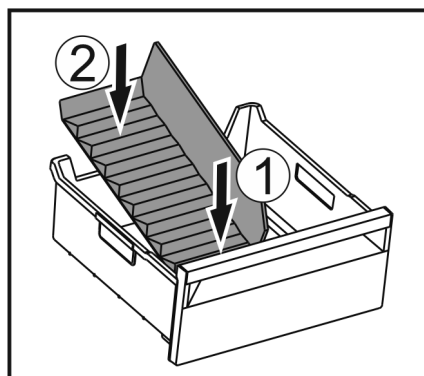

Fig. 100
- ▶ Vorderen Teil des Eisfach-Trenners einsetzen. Fig. 100 (1)
- ▶ Hinteren Teil des Eisfach-Trenners bis zum Schubfachboden absenken. Fig. 100 (2)